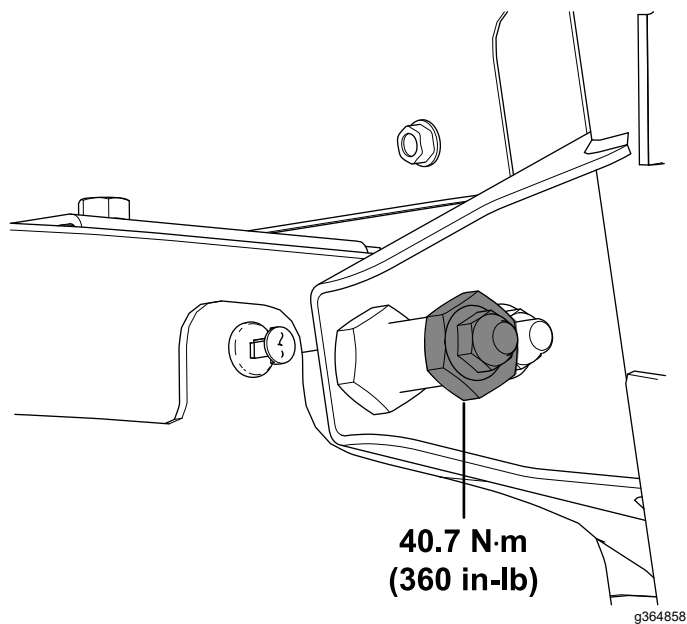

Figura 71
31. Apriete la contratuerca ($\frac{3}{8}$ ") a 40.7 N·m (360 pulgadas-libra), como se muestra en la Figura 71.